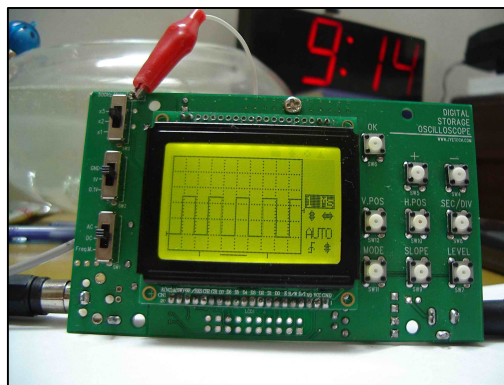

图 4
- 6) 当将倍率开关置于 X2 的位置时, 你应能看到图 4 的波形。